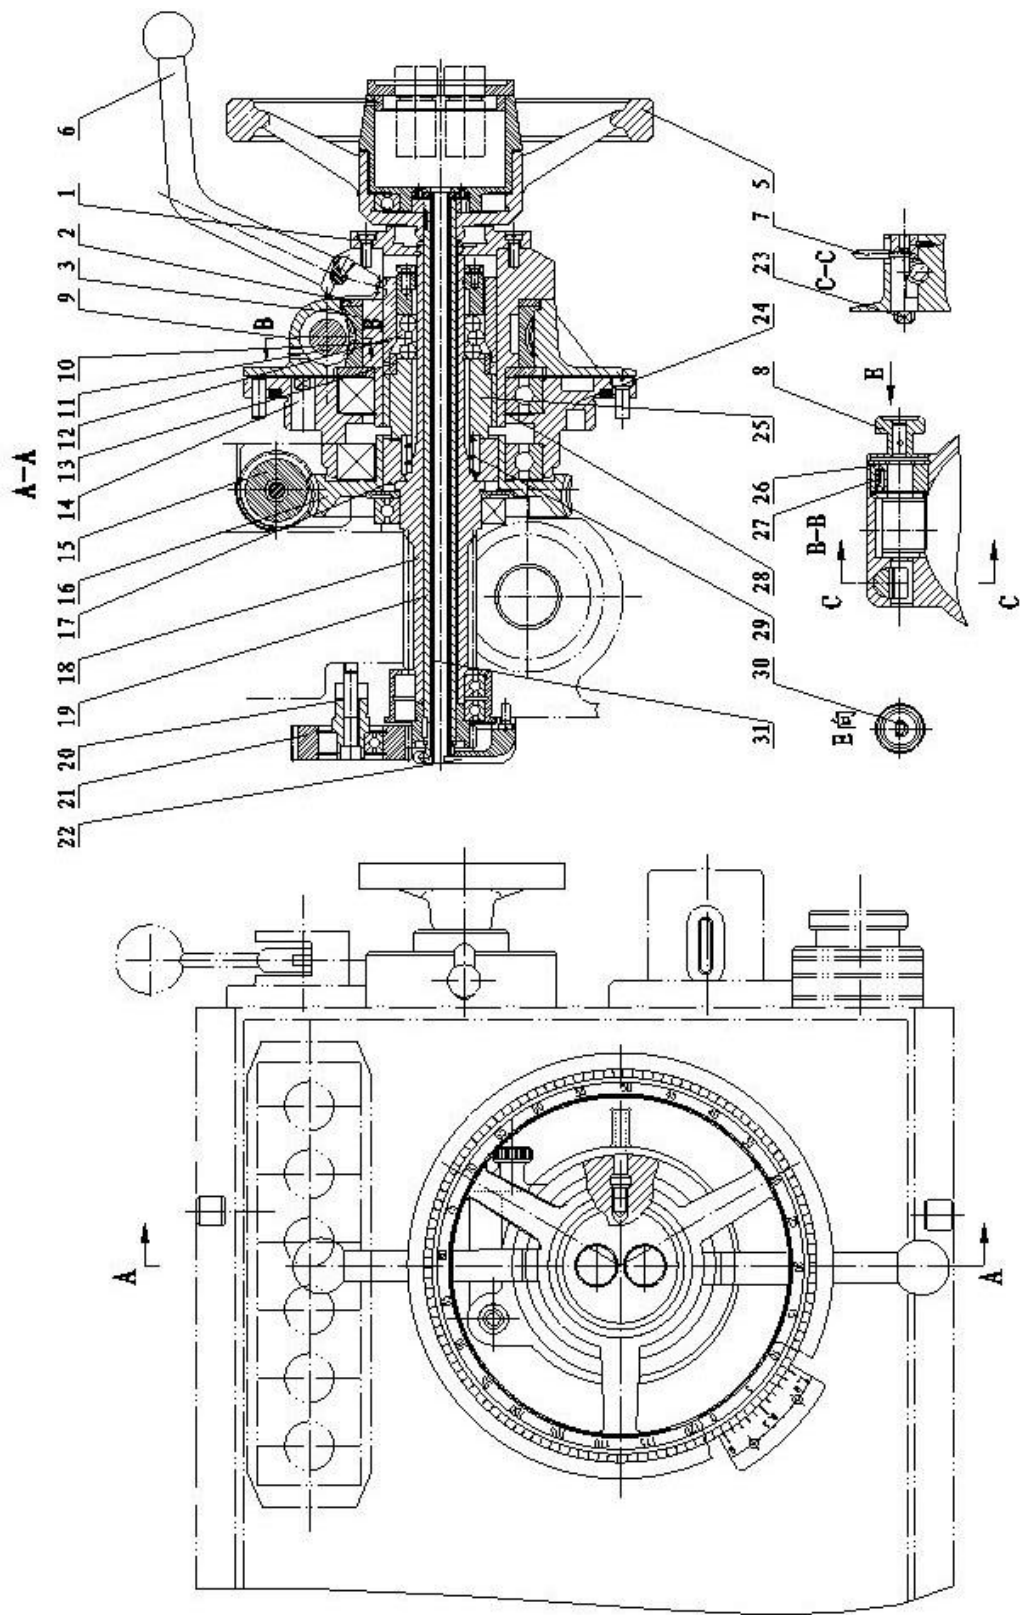

Рисунок 10-4 Вал рычага
(2) Горизонтальный вал (Рисунок 10-4)